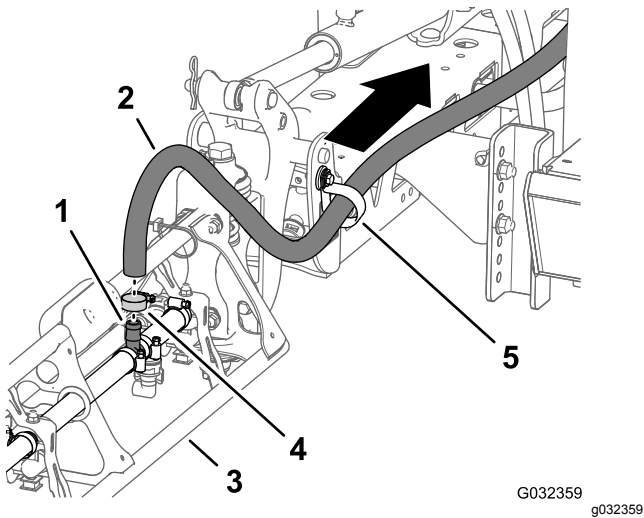

Figure 47
1. Sur la section de rampe extérieure, retirez le collier qui fixe le flexible d'alimentation de la section de rampe au raccord en T cannelé (Figure 47).
2. Débranchez le flexible du raccord en T (Figure 47).
3. Sortez l'extrémité libre du flexible du collier en R (Figure 47).